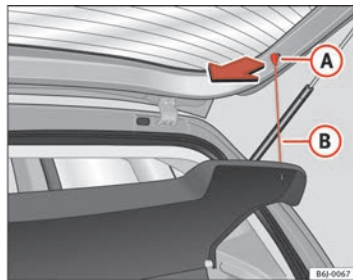

Fig. 86 Bandeja portaobjetos
- Desenganche los tirantes ⇒ fig. 86 (B) de los alojamientos (A)